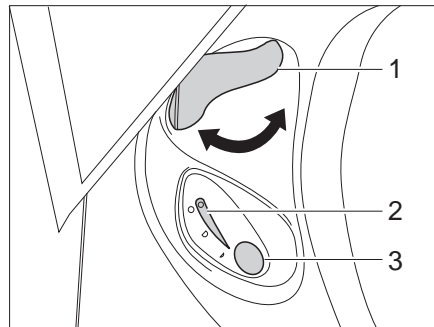

Fig. 256 Unité de commande des toilettes Thetford
- Avant d'actionner la chasse d'eau, ouvrir le curseur des toilettes Thetford. Tourner pour cela le levier du curseur (Fig. 256,1) dans le sens inverse des aiguilles d'une montre.
- Pour actionner la chasse d'eau, appuyer sur le bouton bleu (Fig. 256,3).
- Après avoir actionné la chasse d'eau, fermer le curseur. Tourner le levier du curseur (Fig. 256,1) dans le sens des aiguilles d'une montre.
Le voyant de contrôle (Fig. 256,2) s'allume lorsque la cassette Thetford doit être vidée.
- Tourner le levier du curseur (Fig. 256,1) dans le sens des aiguilles d'une montre. Le curseur se ferme. Pour la vidange il **faut** que le curseur des toilettes Thetford soit fermé.